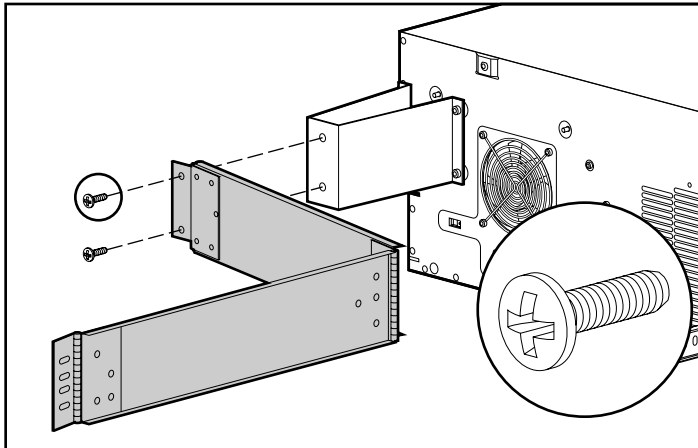

図3-14: ケーブル マネジメント アームをケーブル マネジメント アーム ブラケットに取り付ける
1. 5Uラックマウント型エンクロージャをラックに設置した後、#3プラス ドライバと2本のM6 × 1.0-12Lプラス ネジを使用して、ケーブル マネジメント アームの一方の端をケーブル マネジメント アーム ブラケットに取り付けます。図3-14に示すように、アームの位置をブラケットに合わせます。